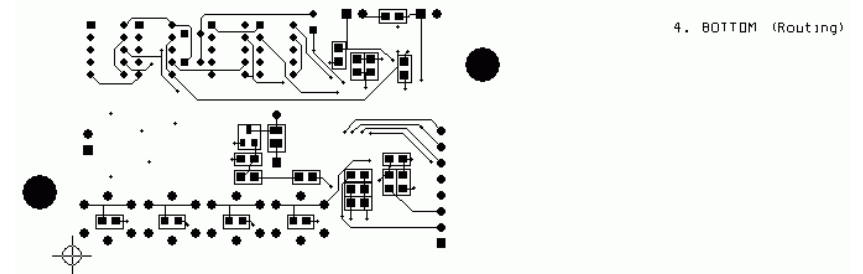

рис. 7-27
**BOT** (рис. 7-27), Bottom. Нижний слой. Видны дорожки, рад-ы компонентов, расположенных на обратной стороне платы, площадки vias и thruhole-отверстий, а также obstacles компонентов Place Outline.